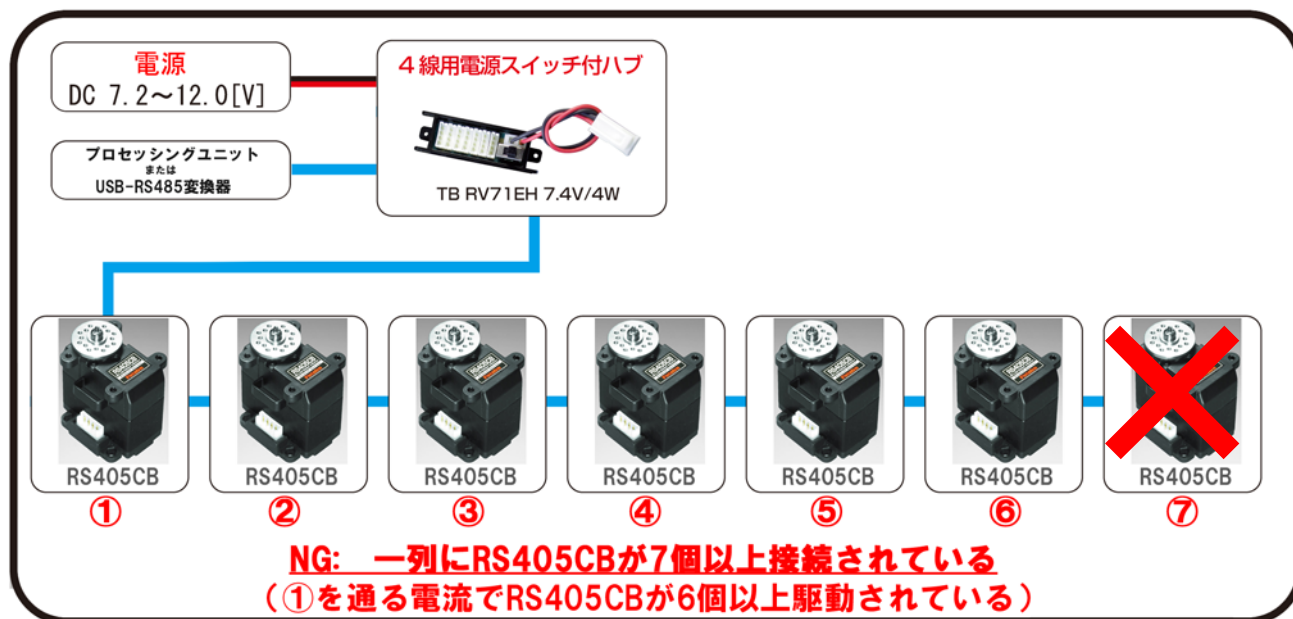

Fig. 3.2 RS405CB／RS406CB 最大接続数
また、電源から遠いサーボほど出力が弱くなりますので、Fig. 3.2 では通常①が最も出力が高く、⑥が最も弱くなります。このとき下図のように両側から電源を供給するように接続することで、出力をより均等に近づけることができます。